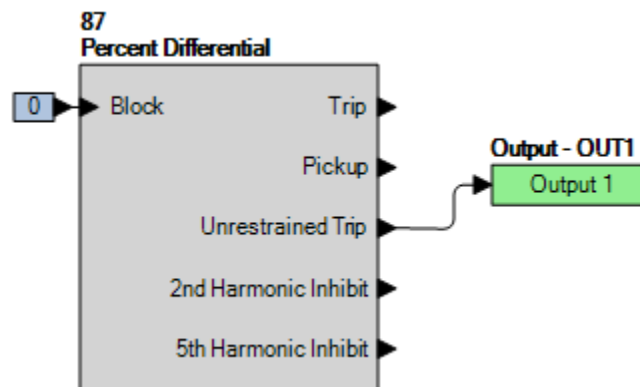

Figure 76-2. Paramètres BESTlogicPlus (87U)
Étape 1 : Utilisez BESTCOMS*Plus* pour vérifier les paramètres de fonctionnement indiqués dans le Tableau 76-2 et la logique indiquée dans la Figure 76-2. Réinitialisez toutes les cibles.
- Étape 2 : Préparez la surveillance de l'élément 87 sans retenue. Cette exécution peut être vérifiée en surveillant la sortie OUT1 (voir Figure 76-2).